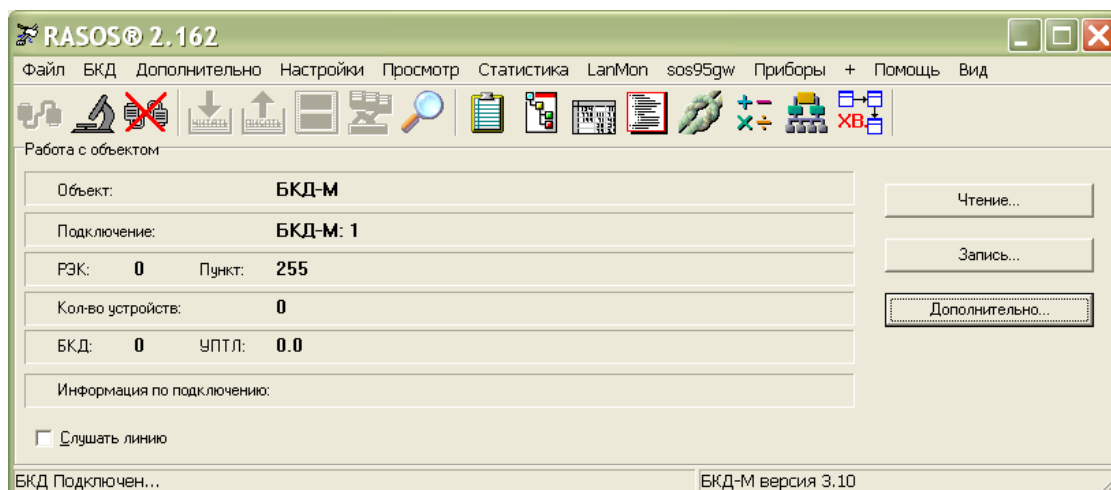

Рисунок 15
4) Выполнить подключение к блоку командой «БКД \ Подключение». Откроется окно, в котором будет указано «БКД-подключен» (рисунок 15).